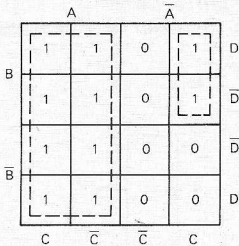

Fig. 2.
a. Men kan deze opgave oplossen door het toepassen van de rekenregels uit de Boole-algebra, met een waarheidstabel, met een Venn-diagram, of met een Karnaugh-diagram. We passen hier de laatstgenoemde methode toe. Het Karnaugh-diagram van de gegeven functie is weergegeven in fig. 2. De beide met een stippellijn omgeven gedeelten zijn ieder door één term weer te geven, waardoor de vereenvoudigde functie wordt: